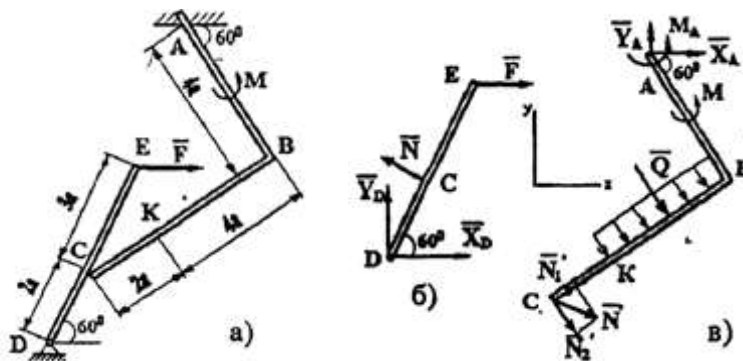

Рис. 22
Пример 10. На угольник ABC ($\angle ACB = 90^\circ$), конец A которого жестко заделан, в точке C опирается стержень DE (рис. 22, а). Стержень имеет в точке D неподвижную шарнирную опору, и к нему приложена сила \vec{F} , а к угольнику - равномерно распределенная на участке KB нагрузка интенсивности q и пара с моментом M .
Решение. 1. Для определения реакций расчленим систему и рассмотрим сначала равновесие стержня DE (рис. 22, б). Проведем координатные оси XU и изобразим действующие на стержень силы: силу \vec{F} , реакцию \vec{N} , направленную перпендикулярно стержню и составляющие \vec{X}_D и \vec{Y}_D реакции шарнира D . Для полученной плоской системы сил составляем три уравнения равновесия:
2. Теперь рассмотрим равновесие угольника (рис. 22, в). На него действуют сила давления стержня \vec{N} , направленная противоположно реакции \vec{N} , равномерно распределенная нагрузка, которую заменяем силой \vec{Q} , приложенной в середине участка KB (численно $Q = q \cdot 4a = 16 \text{ кН}$), пара сил с моментом M и реакция жесткой заделки, складывающаяся из силы, которую представим составляющими \vec{X}_A , \vec{Y}_A , и пары с моментом M_A . Для этой плоской системы сил тоже составляем три уравнения равновесия: